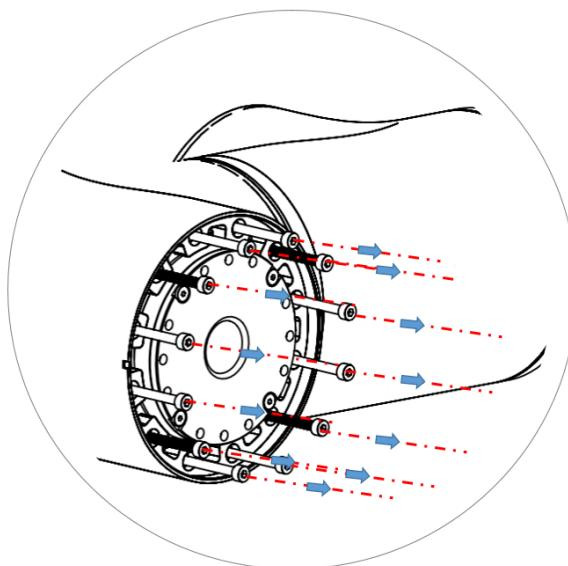

图 3-37 拆卸固定 J1 轴模组的螺钉
**步骤7** 如图 3-37 所示，黑色长螺钉连接 4pcs 六角隔离柱，拆卸黑色六角隔离柱后使用内六角扳手拆卸固定 J1 轴模组的螺钉。